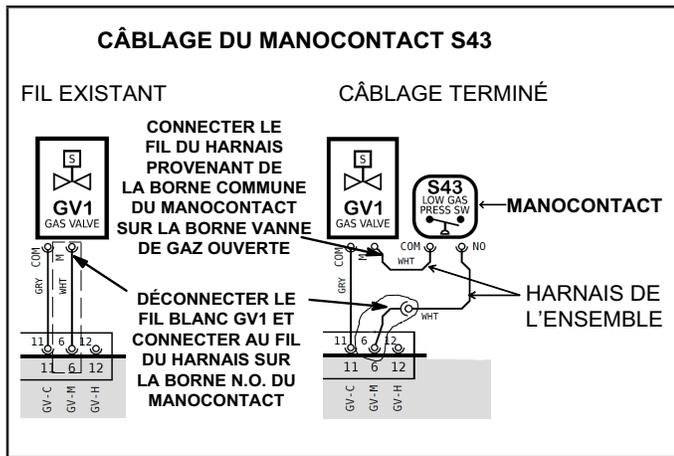

Figure 5
- 10 - Câbler le harnais de fils du manocontact comme illustré à la Figure 5.